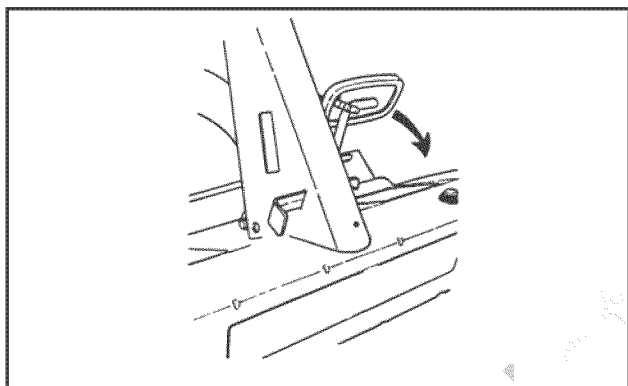

FIGURA 11
1. Presione completamente el pedal de embrague/freno (**A**, Figura 11).